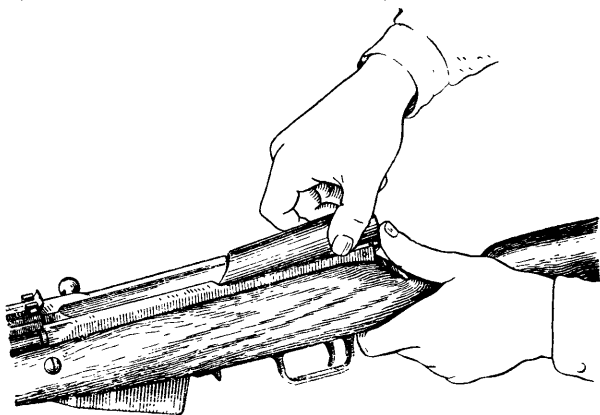

Рис. 12. Присоединение крышки ствольной коробки
5) Присоединить крышку ствольной коробки (рис. 12).